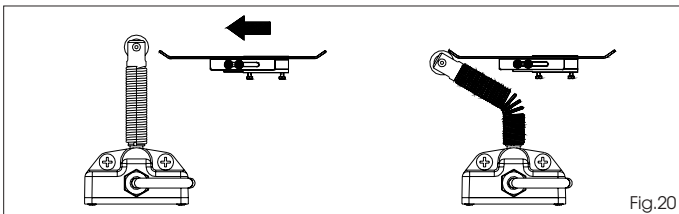

Fig.20
a) Il lamierino deve attivare il finecorsa sulla parte sagomata come da Fig.20.